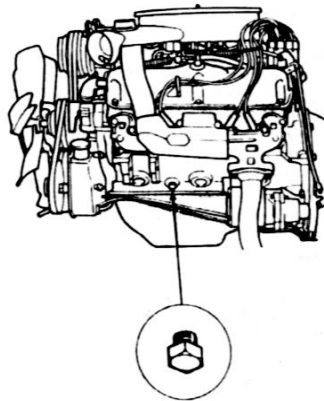

Fig. 3.8 Tapón de drenaje
2. Vacíe el líquido refrigerante y el aceite. (Ver Fig. 3.8)